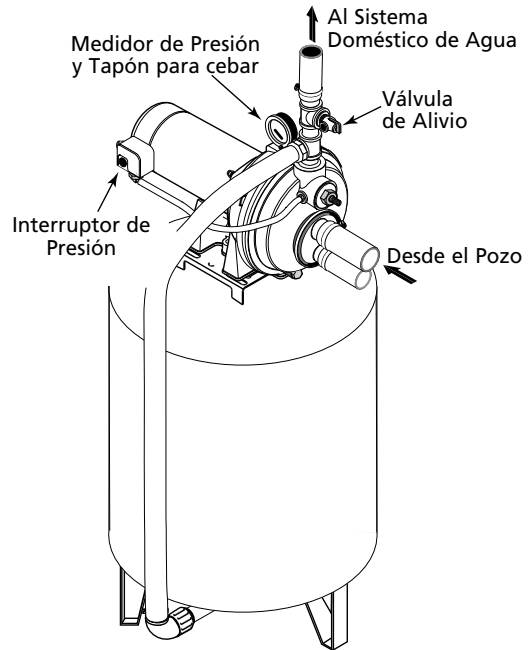

Figura 10 – Conexiones del Tanque Pre-cargado
CONEXIÓN DE TANQUE DE PRE-CARGA (Figura 10)
1. Instale una boquilla de cierre y una “T” en el orificio de descarga de la bomba (Vea la Figura 10). La tubería debe ser al menos del mismo tamaño que el orificio de descarga. Instale una tubería o una manguera reforzada desde un brazo de la “T” al orificio en el tanque.